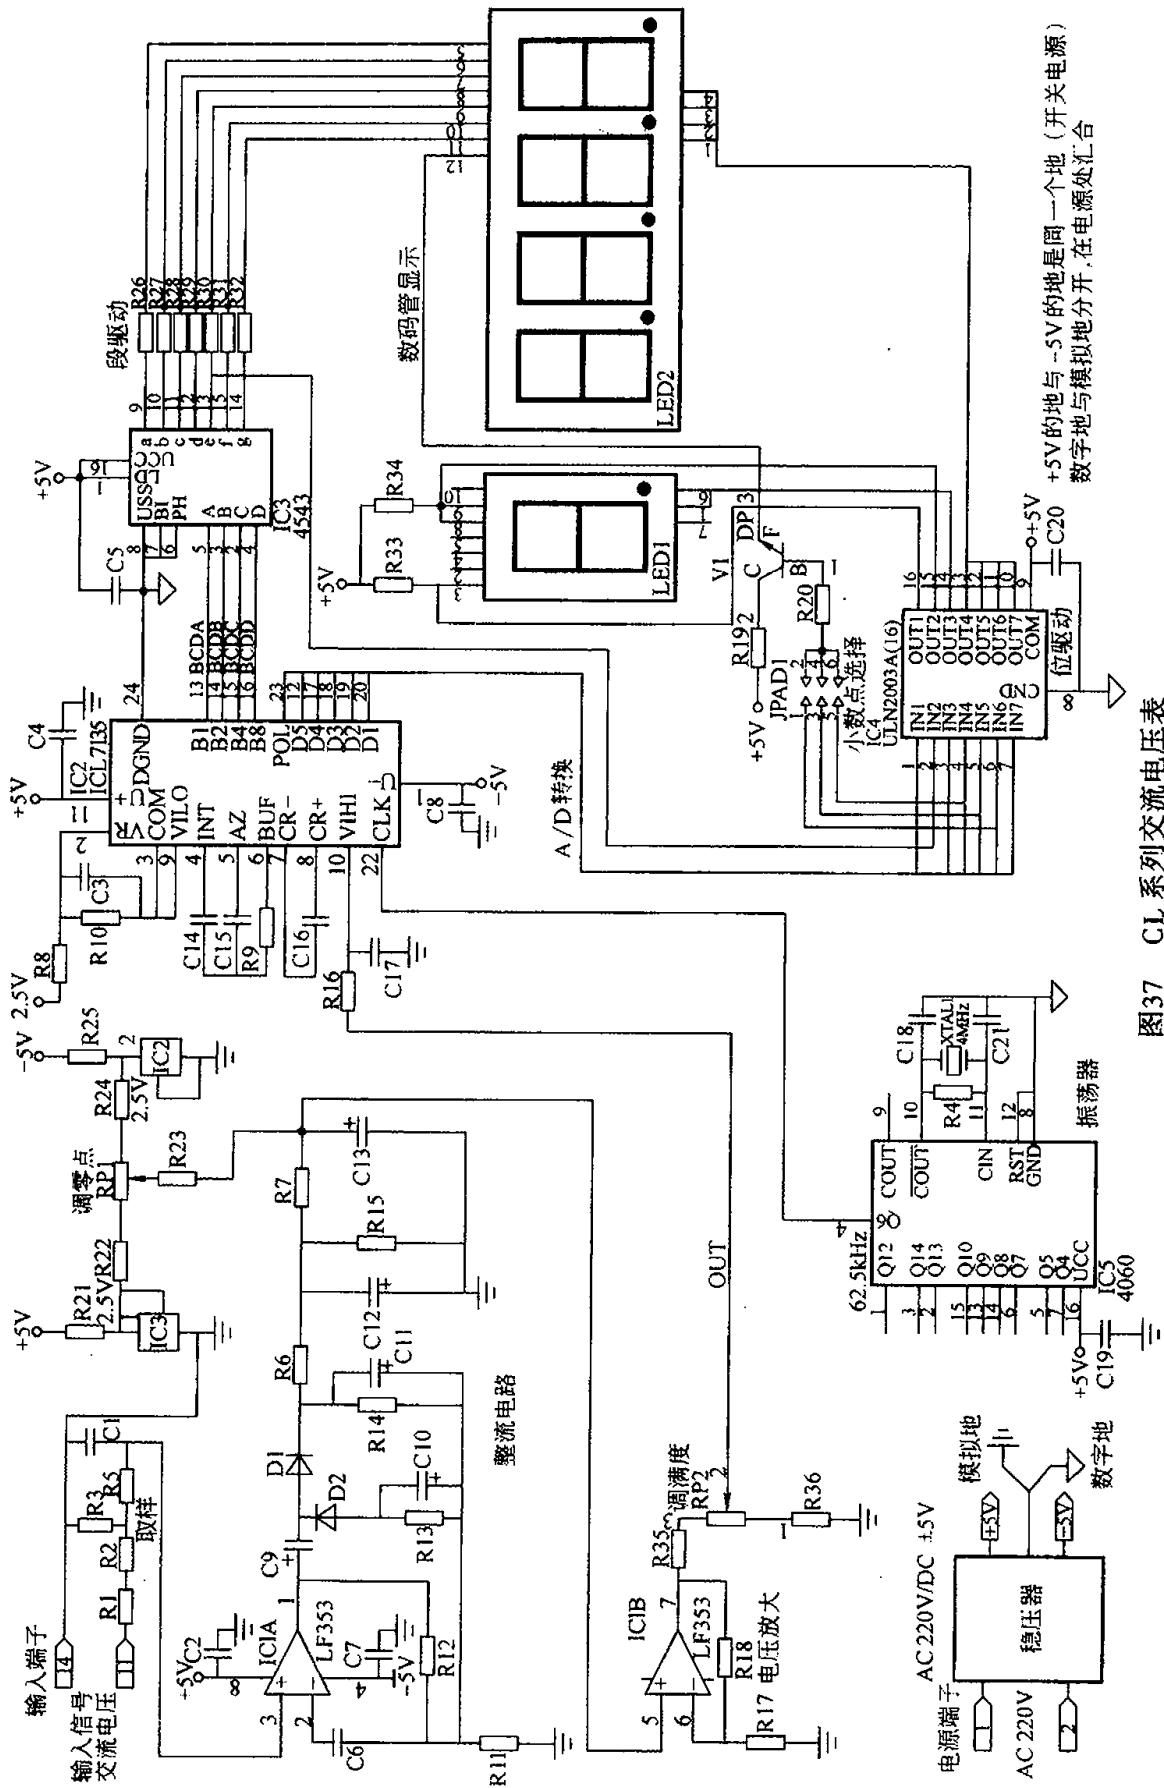
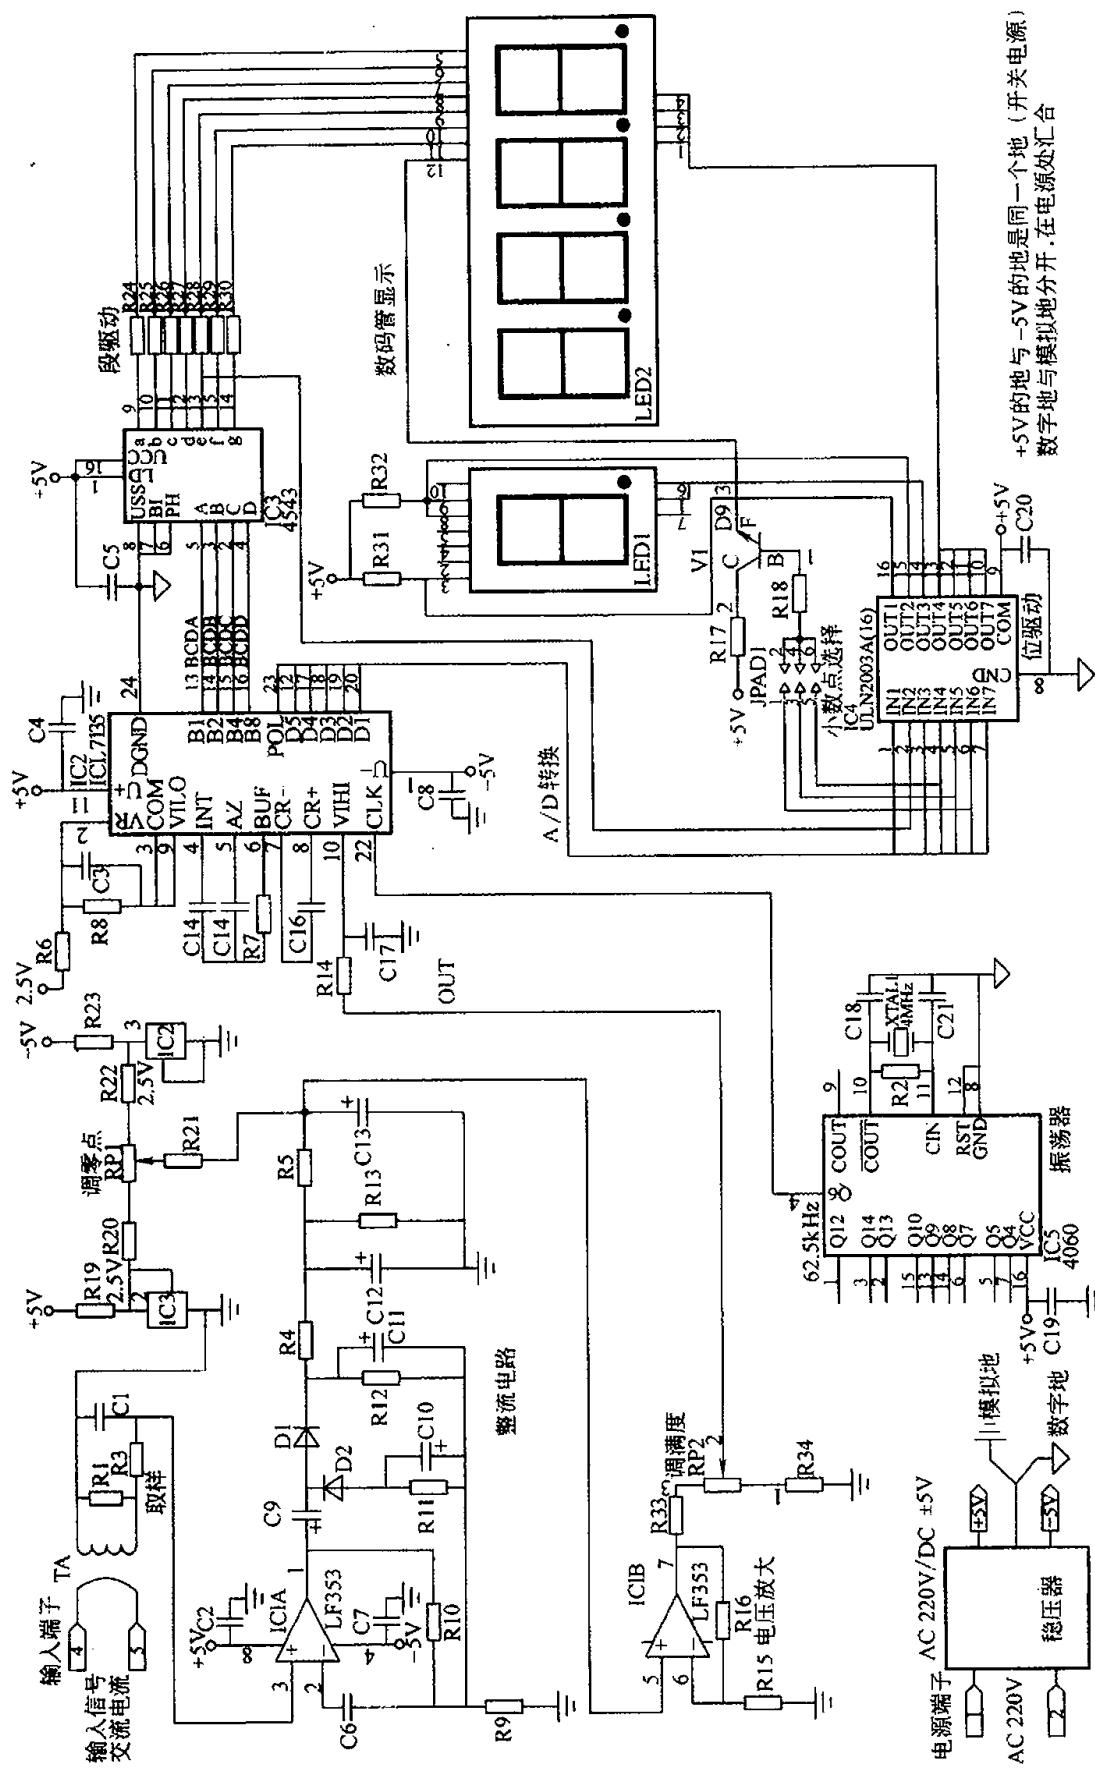

图37 C1系列交流电流电压表
图38 C1系列交流电流表电路
CL 系列交流电压表属数字电测表，其电路如图 37 所示。它由电源电路、电压测量头、数字表头（A/D 转换、段驱动、位驱动、振荡器、数码管显示）等组合而成。
38. CL 系列交流电流表（见图 38）
粗一看，图 38 与图 37 似乎是一样的，但仔细观察，“测量头”却各有不同。电压表输入的交流信号是经 R1、R3 和 C1 取样，将市电变成较低的电压信号，送至 IC1A 放大、整流电路、滤波、电压放大送到“OUT”（数字表头的信号输入端）；而本例所介绍的电流表输入端是交流电流，经电流互感器 TA（一次侧最大电流值一般为 5A，经 R1、R3、C1 所组成的取样电路，形成微弱的交流电压信号，送至 IC1A 和后续分立元件组成的整流电路，再经 IC1B 作电压放大，最后输送至“OUT”。不难看出，OUT 端之后的“数字表头”电路，电流表与电压表完全相同。